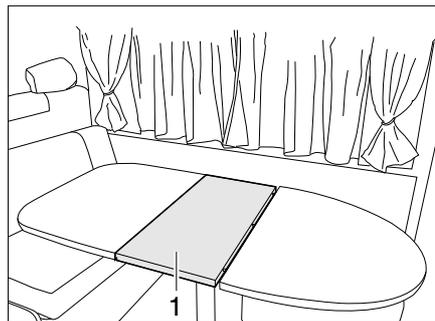

Bild 89 Festen Tisch vergrößern
- Die Tischplattenverlängerung (Bild 89,1) einsetzen.
- Die Tischplattenverlängerung (Bild 89,1) entnehmen und sicher verstauen.